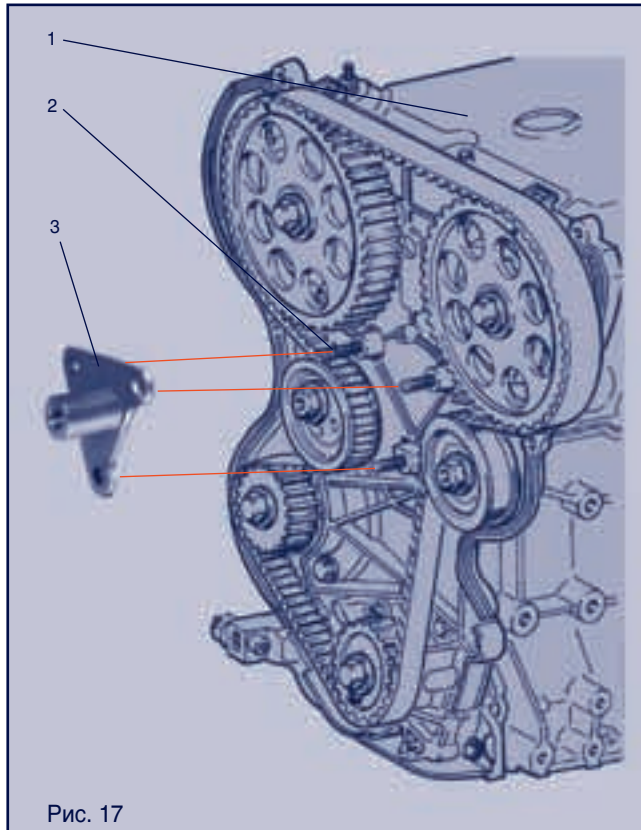

Рис. 17
Установка кронштейна натяжного ролика и передней защитной крышки. Рис. 17
1. Ввернуть в головку цилиндров поз. 1, рис.17, три шпильки 1/35435/21 поз.2.
2. Установить на шпильки кронштейн натяжителя 2110-8114054 (Для двигателя 2112) поз. 3, рис.17, три шайбы 1/05196/01 и закрепить тремя гайками 1/61008/11.